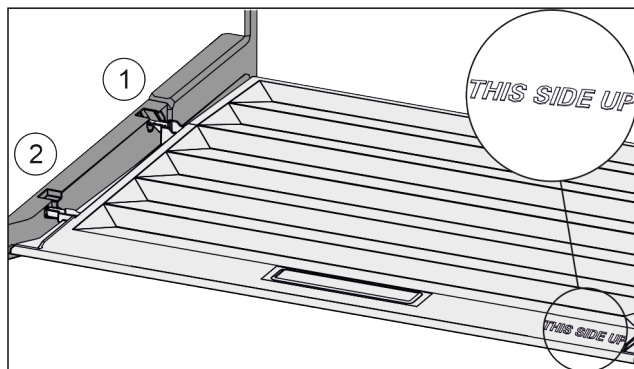

Fig. 69
- ▶ Ramiona pokrywy wprowadzić ponad otworem tylnego uchwyty Fig. 69 (1) i zazębnić z przodu w uchwycie Fig. 69 (2).